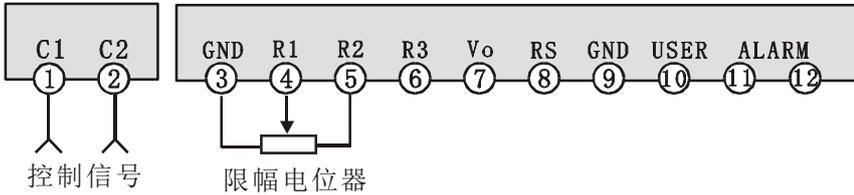
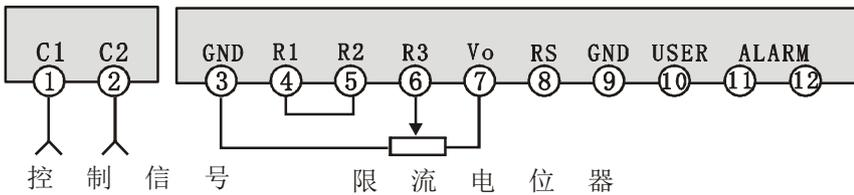

图 2: 带限幅功能的自动控制接线图
图 5: 限流功能接线图
6. 各种功能接线图 (图 2-图 5 中的电位器均是 10K  $\geq 0.5W$ )
说明: 1. 该图是图 2、3 组合接线方式。
9. 1. 使用限流功能，需接实际负载调试，参照图 5，调试步骤如下：